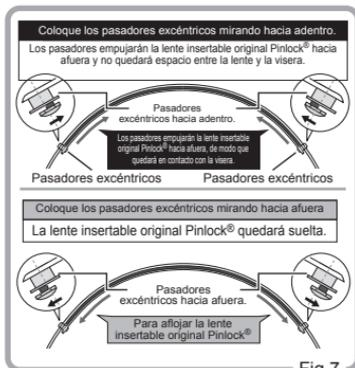

Fig.7
2. Ajuste los pasadores excéntricos girándolos con una herramienta. (Fig. 7)